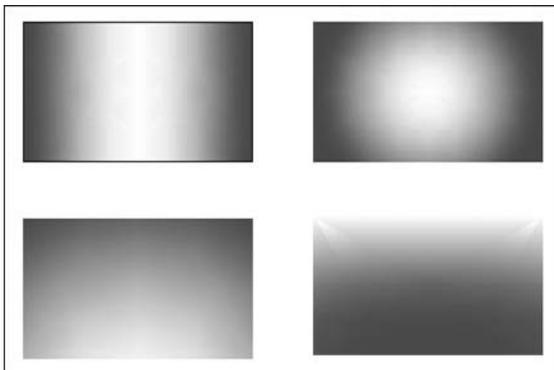

Fig.8.14
- 9 Dès que les résultats sont satisfaisants, cliquer sur OK pour créer le remplissage avec gradient (fig.8.14).